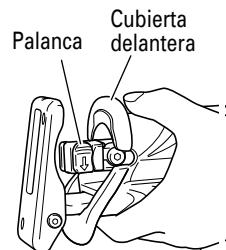

Fig. 2
(1) Conecte y desconecte varias veces el gatillo interruptor de manera que la palanca pueda salir completamente de la cubierta delantera. Seguidamente, desconecte el interruptor y desenchufe el cable de alimentación. (Fig. 2)
- (1) Conecte y desconecte varias veces el gatillo interruptor de manera que la palanca pueda salir completamente de la cubierta delantera (Fig. 2).
- No desmonte la cubierta delantera (consulte la Fig. 2).